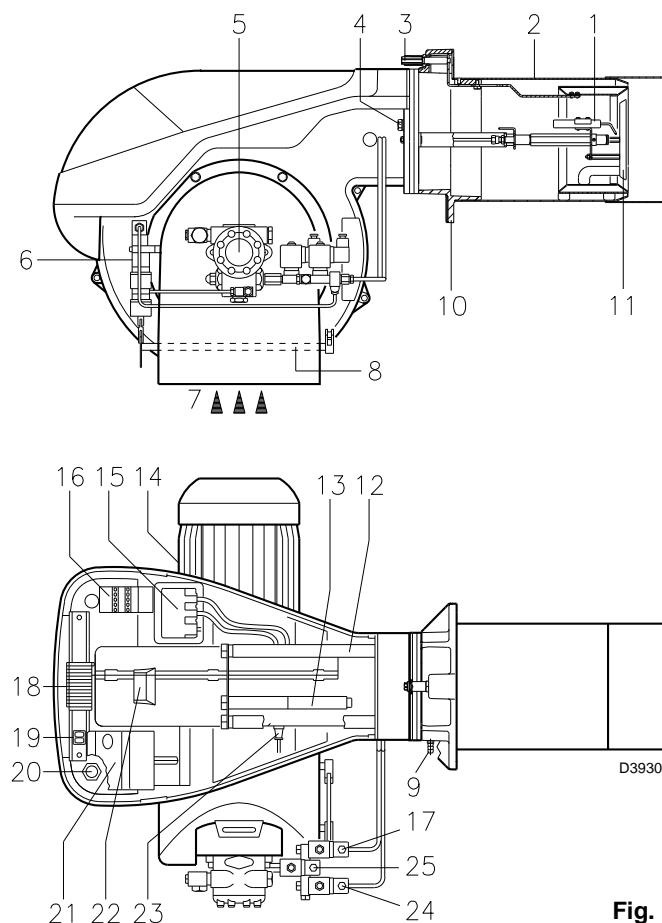

Fig. 1
Bloqueo caja control: la iluminación del pulsador (led rojo) de la caja 22) (Fig. 1) indica que el quemador está bloqueado.
Bloqueo motor: para desbloquear, oprimir el pulsador del relé térmico 17) (Fig. 1)
- 4 - Prolongadores 13) (Fig. 1) para guías 12) (Fig. 1)